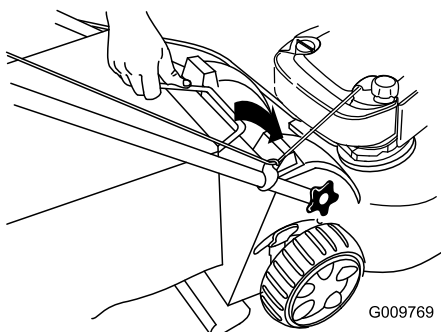

Bild 31
3. Setzen Sie den Fangkorbgriff in die Kerben oben an der Maschine ein (Bild 31).